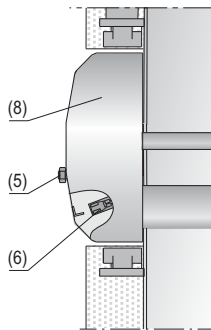

Fig. 2.6
- 2.6: Montar nuevamente el panel de la boca lateral del depósito, y conectar la manguera de alimentación a red de 230 V (fig.2.6).